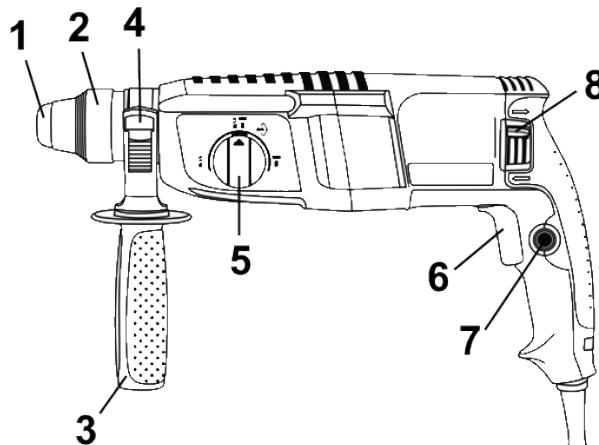

Рисунок 1
**4.1** Виберіть необхідний режим роботи виробу за допомогою перемикача (5) (див. рисунок 1, таблицю 1). При необхідності зміни кута нахилу насадки при виконанні довбальних робіт зробіть необхідні операції, які описані в пункті 4.5. При необхідності встановлення свердлильного патрона - встановіть його в патрон SDS-plus через адаптер.
**4.2** Для включення виробу натисніть на курок вимикача (6) (рисунок 1). Для відключення виробу слід курок відпустити.